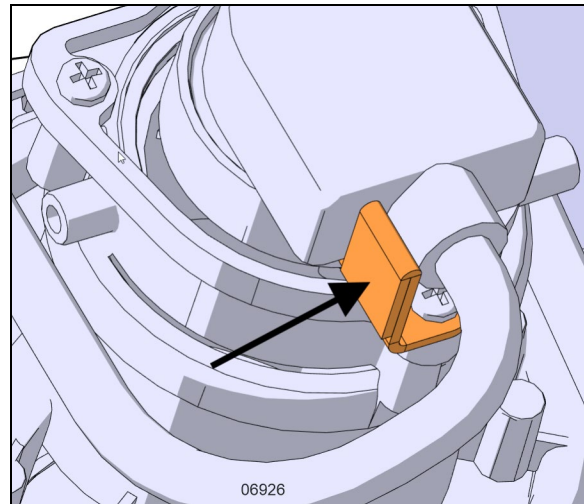

FIGURE 92: BUTÉE DU CONNECTEUR
5. Installez la nouvelle ampoule en inversant les étapes précédentes et assurez-vous que la butée du connecteur est en place (Figure 92). **Assurez-vous qu'il est correctement connecté.**